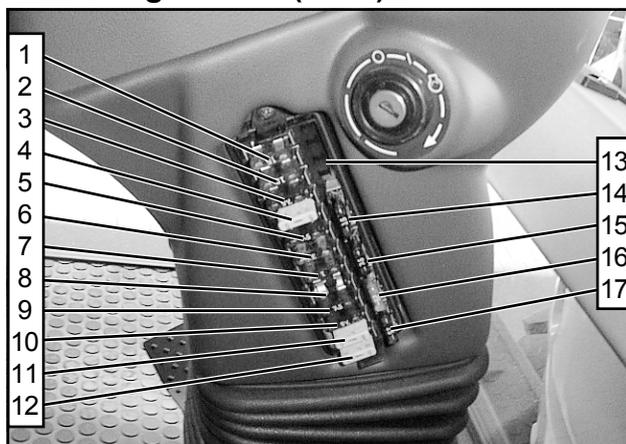

Bild 4-9
- 2 - Sicherungskasten (Bild 4-9)